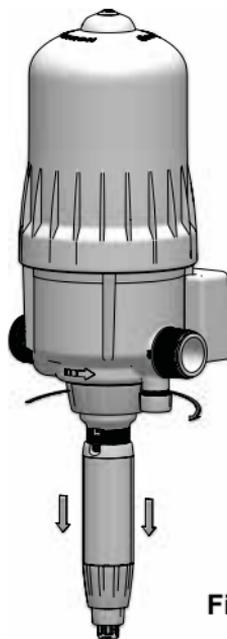

Fig. 3
- Aflojar a mano la tuerca de fijación de la parte de dosificación para llegar a ésta tirando hacia abajo, y girar media vuelta para ver la escala correcta de ajuste (**Fig. 3**).